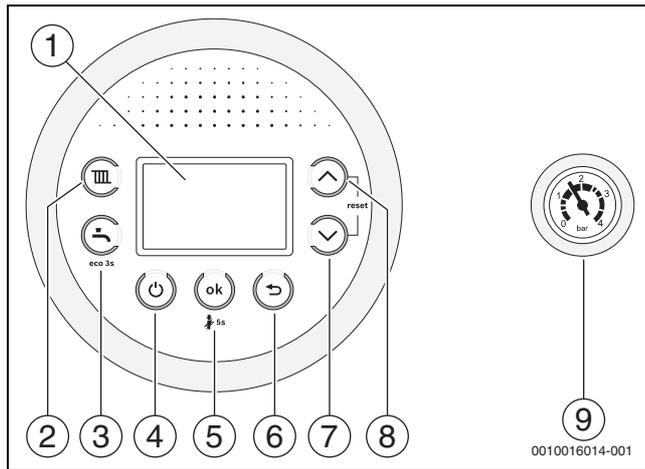

Fig. 1 Panou de comandă
- ▶ Opriți aparatul folosind tasta  (→ fig. 1).